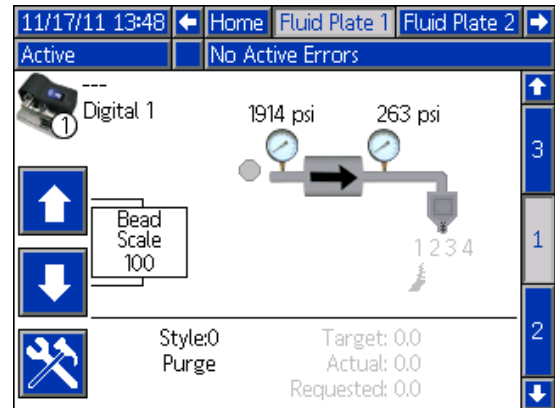

图 33
4. 记录下流体盘 x、页面 1 中的分注量。请参见图 33（第 47 页）。
请参见图 33（第 47 页）。